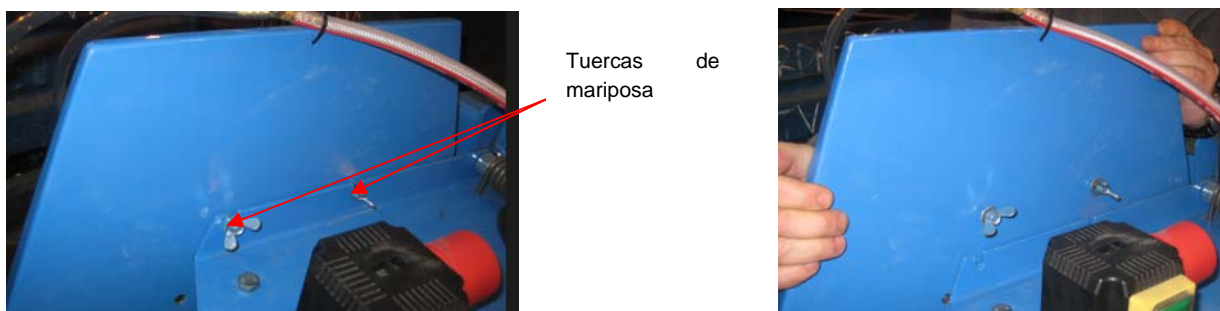

Fig. 7-2 Retirada del Protector de Disco
- Quitar el Platillo Móvil de Disco (ver Fig. 7-2 izquierda).
- Extraer el disco, veremos el Platillo Fijo (Ver Fig. 7-2 derecha).